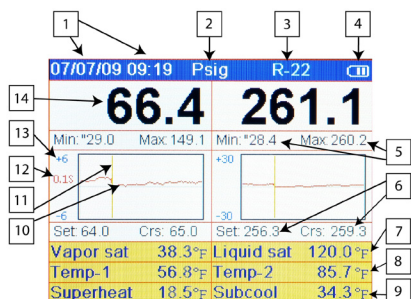

Figura 3-1. Primera pantalla del analizador del sistema
"Clear"	Presionar una vez elimina el punto de referencia del gráfico. (Consulte la Figura 3-1, elemento 11). Presione y mantenga presionada esta tecla para eliminar los valores 'Min.' y 'Max.' (consulte la Figura 3-1, elemento 5). Restablece el temporizador de vacío a 0:00:00. (Consulte el Capítulo 3).
- La primera pantalla (vea la Figura 3-1) presenta todas las salidas de datos disponibles incluyendo el gráfico de tiempo-presión XY.